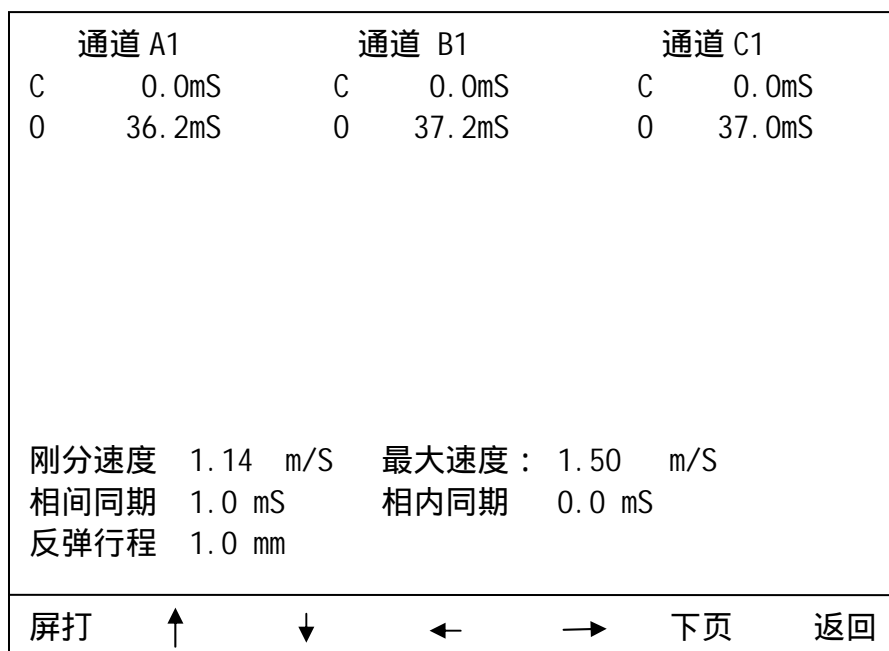

图 13
8、测试数据显示界面，测试结束后，仪器进入测试数据显示界面如图 13 所示，仪器显示计时通道测试的数据，并计算出弹跳、同期等数据；同时显示出模拟通道测试的行程和速度参数。
上页：返回数据显示界面如图 13 所示。